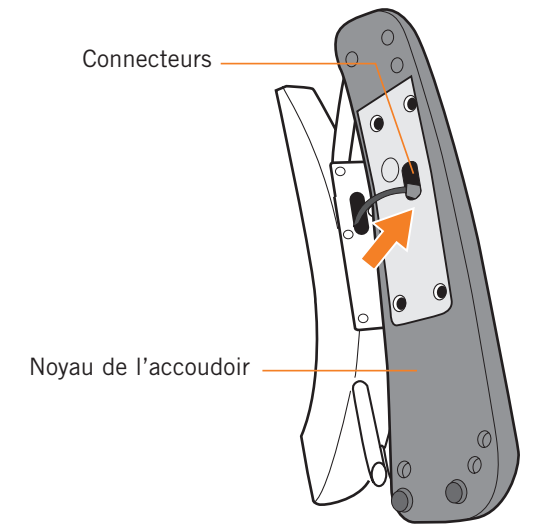

Fig.7
3. Enfoncez les connecteurs et le câble dans le corps d'accoudoir (Fig.7).